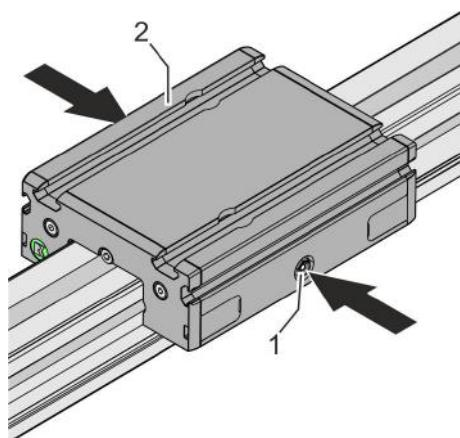

Fig. 39: Lubricar el eje guía
Aplique la pistola de aceite sucesivamente a ambos lados del carro guía (Fig. 39/2) en las boquillas de engrase (Fig. 39/1) y lubrique el carro guía.
3. ➔ Desplace varias veces el carro guía (Fig. 39/2) para distribuir uniformemente el lubricante.